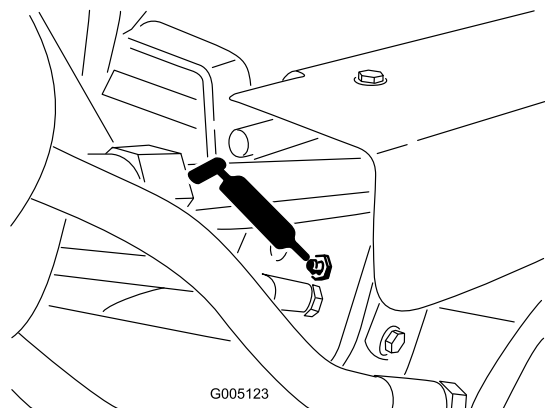

**Figure 34**
- Vérins de levage (3) (Figure 34)